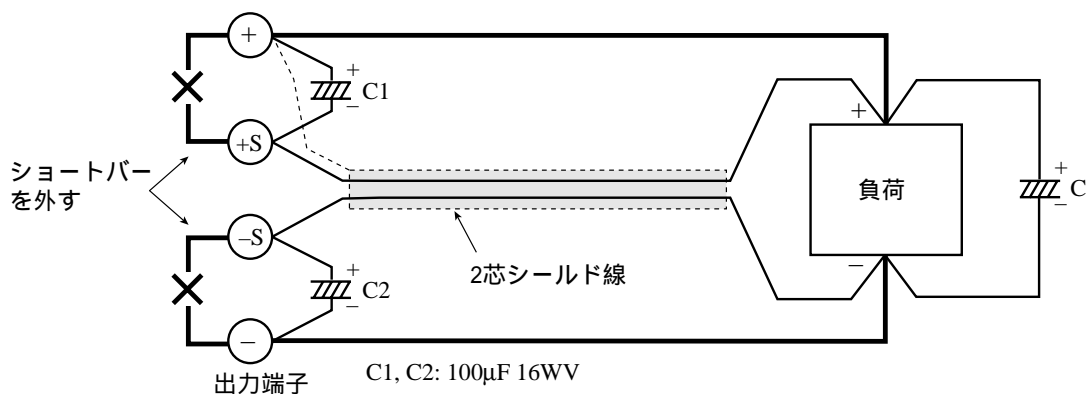

図 4-1 リモートセンシングの接続
- 図4-1のようにセンシング用のショートバーを外します。
- 図4-1のようにセンシング端子（+ S 端子および - S 端子、または SAMPLING 端子）と負荷端のセンシング線を配線します。